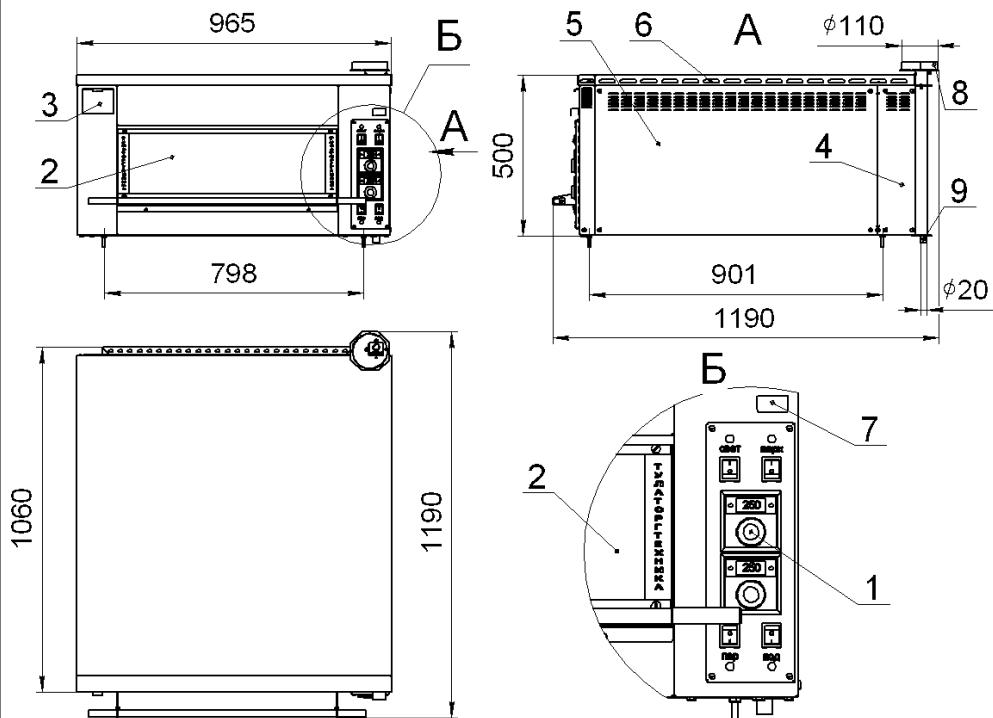

Рис.1
Общий вид печи ППЭ-800 (с крышкой) представлен на рис.1.
5.1 Система увлажнения воздуха в тепловой камере состоит из откидного лотка 3 (рис.1) для заливки воды, испарителей и ТЭНов, установленных под испарителями.